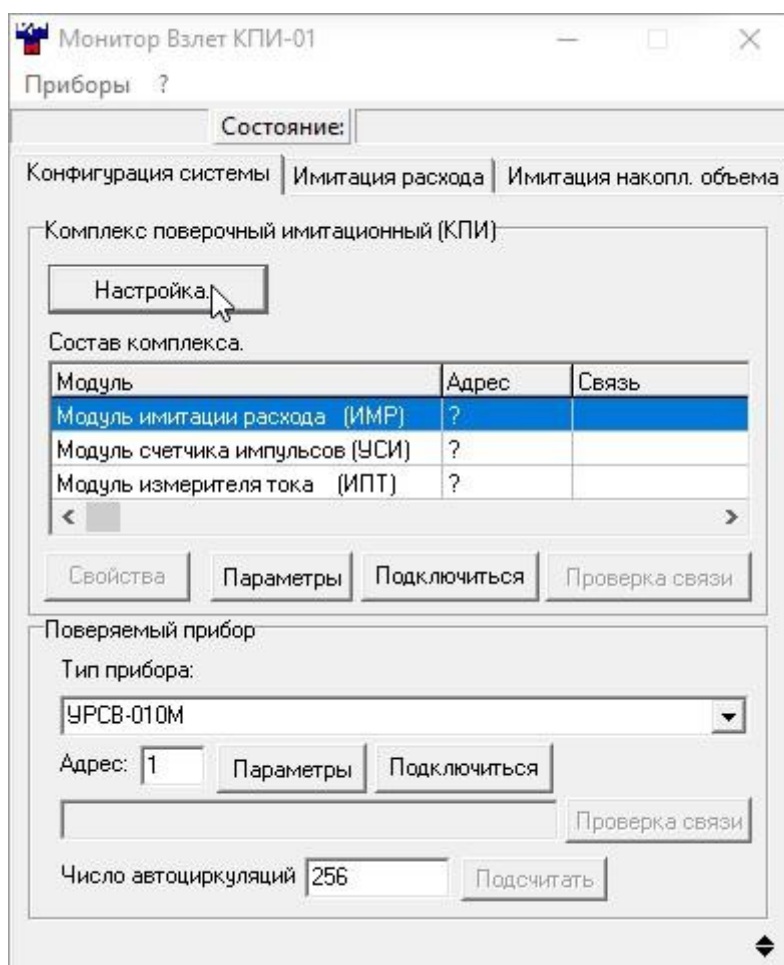
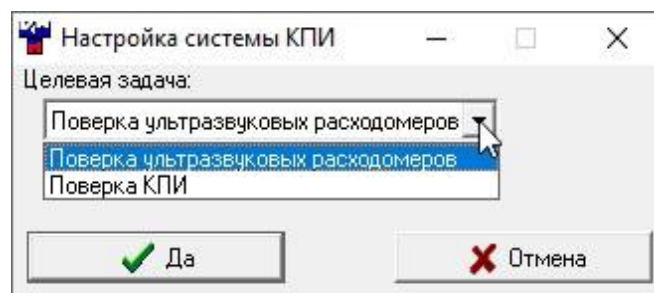
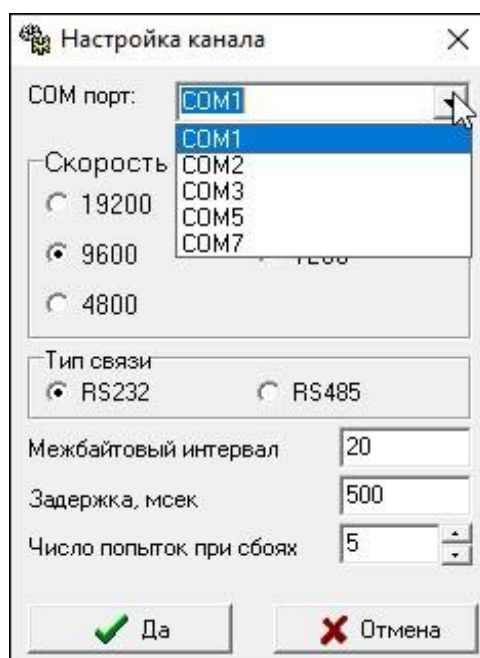

Рис.2. Вид основного окна программы.
Рис.3. Вид окна «Настройка системы КПИ».
Рис.4. Вид окна «Настройка канала».
2.4.1.1. После включения питания КПИ на ПК запускаются программы «ВЗЛЕТ СЕРВЕР СВЯЗИ» и «Монитор Взлет КПИ-01». Вид основного окна программы **Монитор Взлет КПИ-01** (рис.2) зависит от целевой задачи, выбранной пользователем.
2.4.1.2. Для выбора целевой задачи, необходимо нажать кнопку **Настройка** в области **Комплекс поверочный имитационный (КПИ)** (рис.2). В появившемся окне **Настройка системы КПИ** (рис.3) выбрать наименование целевой задачи из предлагаемого списка.
2.4.1.3. Параметры связи ПК с КПИ задаются в окне **Настройка канала** (рис.4), раскрывающегося после нажатия кнопки **Параметры**, расположенной в области **Комплекс поверочный имитационный (КПИ)**.
- 2.4.1.6. Параметры связи поверяемого прибора, в случае его подключения к КПИ или ПК по RS-интерфейсу, задаются в окне **Настройка канала** (рис.4). Окно раскрывается после нажатия кнопки **Параметры**, расположенной в области **Поверяемый прибор** (рис.2).
В процессе эксплуатации комплекса контролируется наличие связи с модулями по интерфейсу RS-485. Отсутствие связи индицируется в графе **Связь** таблицы **Состав комплекса** основного окна программы (рис.2). В случае отсутствия связи проверить соответствие скоростей обмена ПК и модулей. При необходимости обратиться в сервисный центр (региональное представительство) или к изготовителю изделия для определения возможности его дальнейшей эксплуатации.